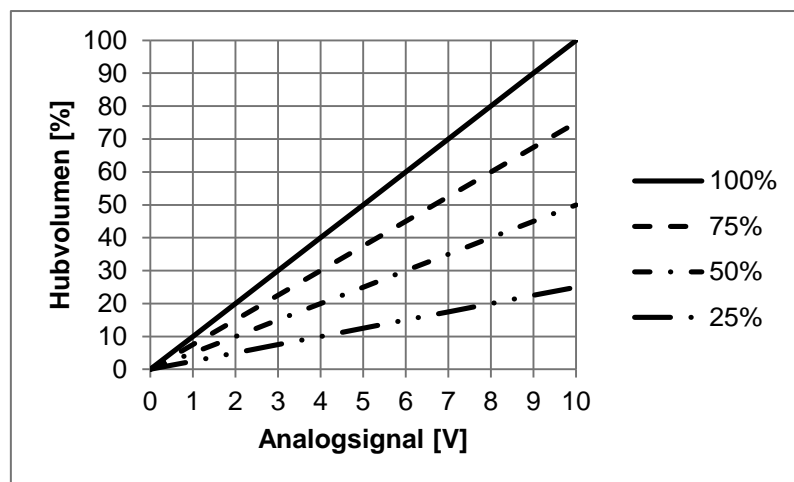

Fig. 18: Begrenzung Maximalhub durch P2
- ➔ Das Hubvolumen verhält sich im reduzierten Bereich linear zum Analogsignal (siehe Fig. 18, Linie 50%).